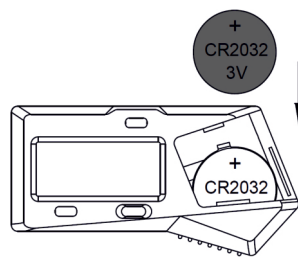

Abb. 2
- » Setzen Sie die CR2032-Batterie so ein, dass die positive Seite (+) nach außen zeigt (Abb. 2).